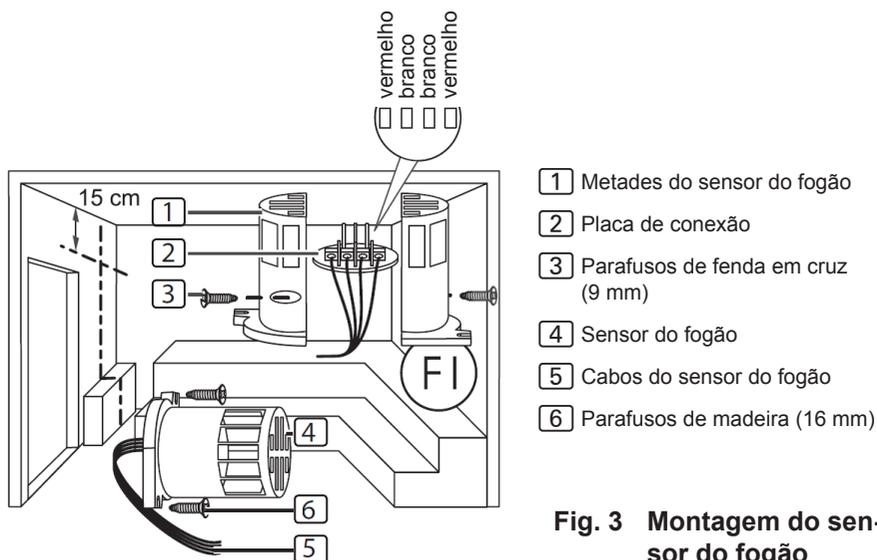

Fig. 3 Montagem do sensor do fogão
Siga os seguintes passos para montar o sensor do fogão (ver **Fig. 3**):
3. Conecte as quatro ligações do cabo do sensor do fogão [5] de acordo com a **Fig. 3**.
4. Posicione a placa de conexão [2] transversalmente (tal como ilustrado na **Fig. 3**) nas metades do sensor do fogão.